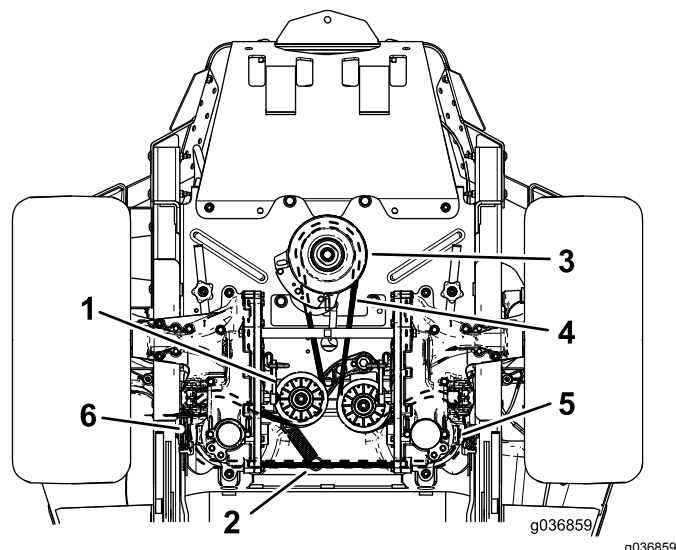

Figure 67
4. Soulevez la machine sur des chandelles (Figure 67).
6. Débranchez le ressort de la poulie de tension de son montant (Figure 67).
8. Placez une courroie neuve sur la poulie du moteur et des 2 poulies d'entraînement de la pompe hydraulique (Figure 67).